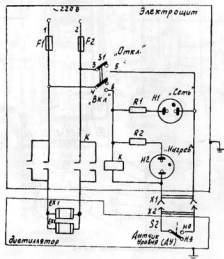

Рис. 2. Схема электрическая принципиальная изделия ДЭ-4-2.
9. 11. Подключить датчик уровня 6, соединив вилку Х2 провода датчика с розеткой Х1 электропита 27 (рис. 2).